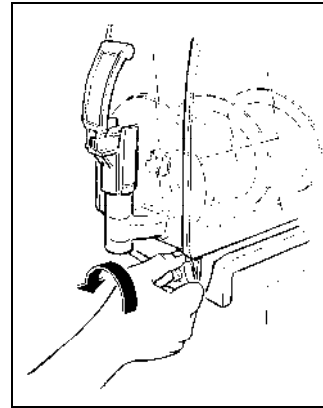

Fig. 14
- Svitare e sfilare i pomelli (vedi fig.14).